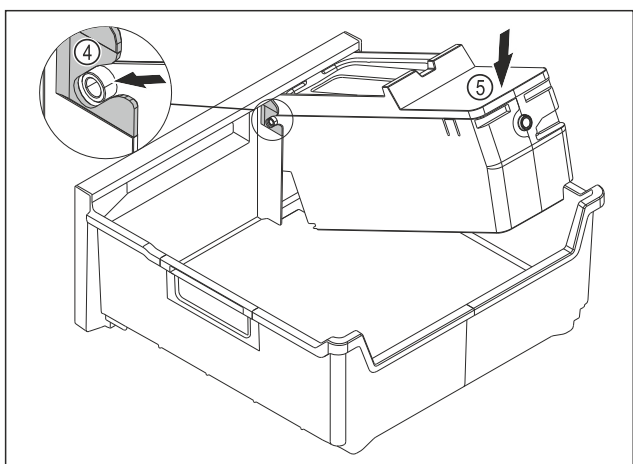

Fig. 110
- ▶ Montáž korpusu EasyTwist-Ice: Osi korpusu EasyTwist-Ice zasuňte do vedení Fig. 110 (4).
- ▶ Zatlačte korpus EasyTwist-Ice Fig. 110 (5) zozadu smerom nadol.